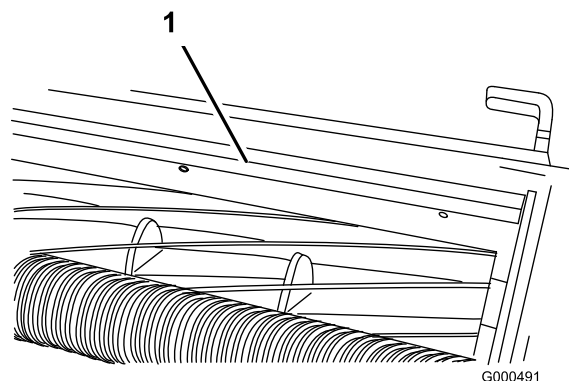

Figura 63
1. Afloje los tornillos que fijan la barra superior (Figura 63) a la unidad de corte.